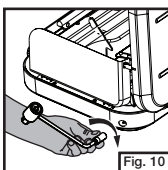

Fig. 10
- Vissez le détendeur au réchaud, à la main. (Fig. 10)